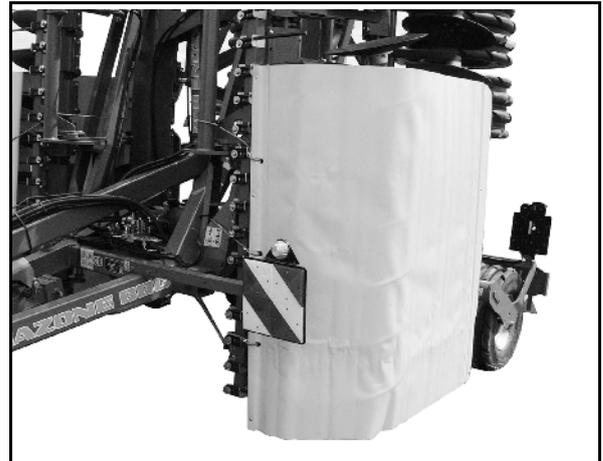
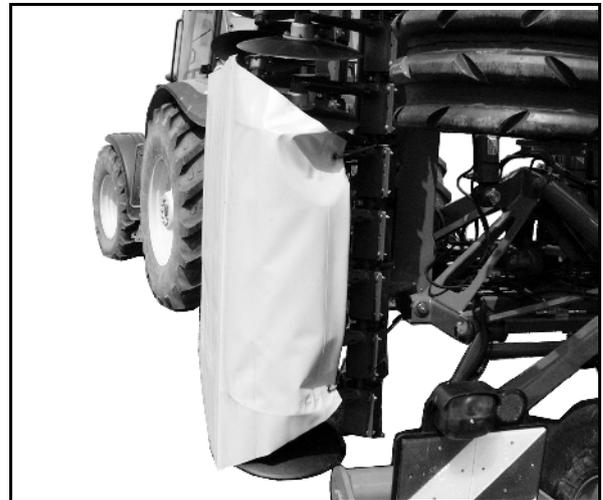

Fig. 64
Fig. 65
2. Colocar las cubiertas de protección alrededor de las filas de discos y fijarlas con cintas. (delante 3 cintas (Fig. 64) / detrás 2 cintas (Fig. 65)).